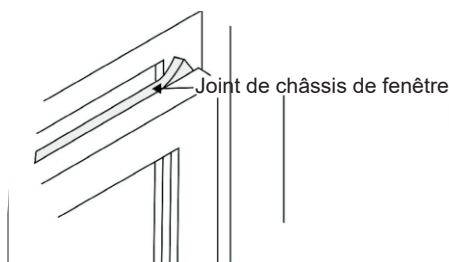

Fig.18
1. Coupez le joint du châssis pour qu'il corresponde à la largeur de la fenêtre. Insérez-le dans l'espace entre les châssis supérieur et inférieur (Fig. 18).